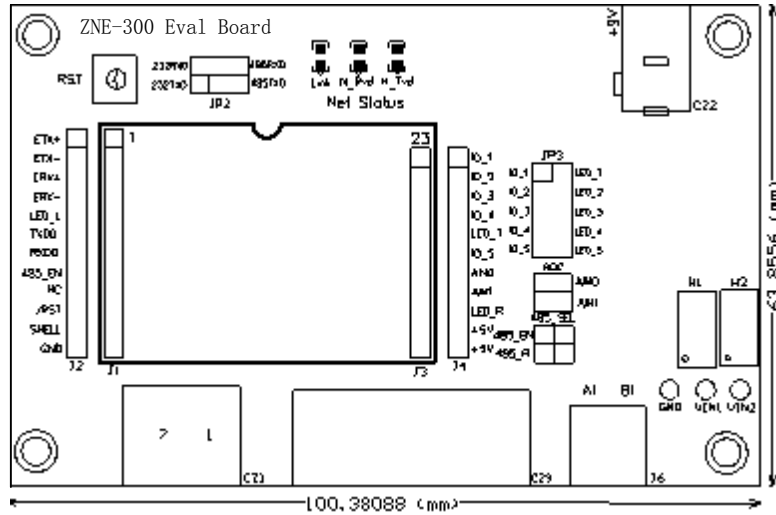

图 2.8 评估板与 ZNE-100TL+的连接方式
- 最后介绍的是评估板与 ZNE-100TL+模块的连接。如图 2.8 所示，首先观察模块的引出管脚的 1 脚的位置，然后在评估板上找出插座的 1 脚的地方，对应插紧即可。因为模块的引出管脚一排是 12 脚一排是 11 脚，而评估板上的连接座同样也是一排是 12 脚一排是 11 脚，所以不容易插错或插反。**注意！如果插上模块上电后，模块上的电源灯不亮请马上拔掉电源，检测是否接错。**